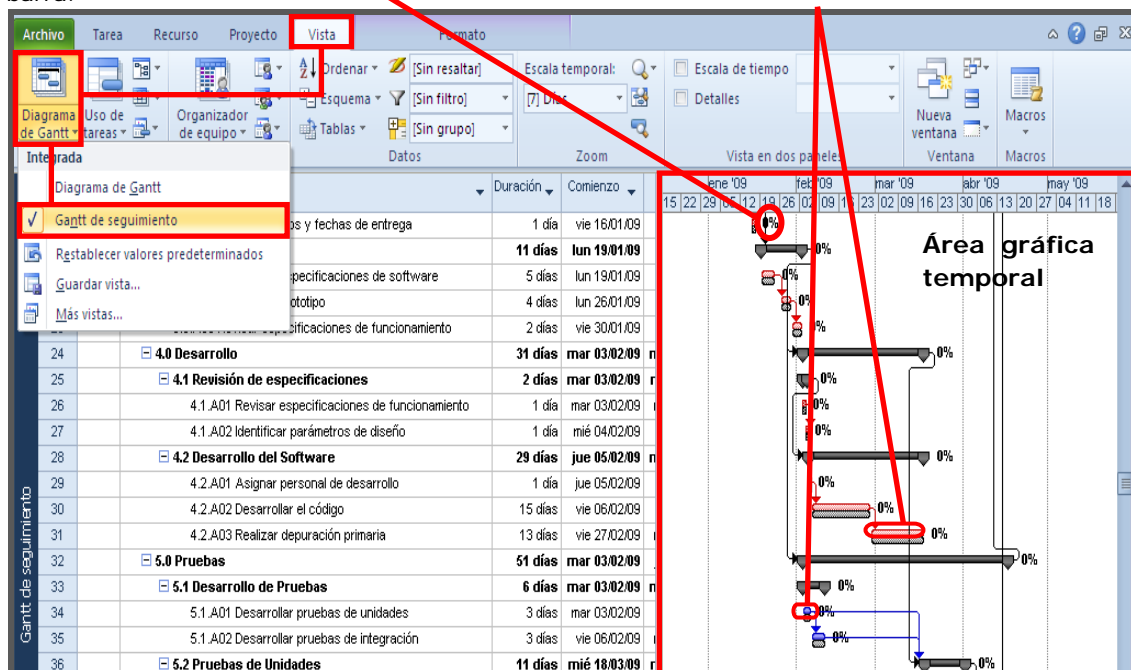

FIGURA 3: Revisar la Línea Base usando el Diagrama Gantt de Seguimiento.
1. Seleccione la pestaña **Vista » Grupo Vistas de tareas »** Lista despegable del **Diagrama de Gantt »** haga clic en la opción “Gantt de seguimiento” (Figura 3).